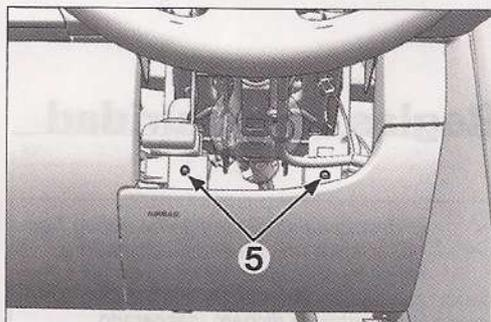

FIG. 12
- Desmontar las tuercas (5) (Fig.12).